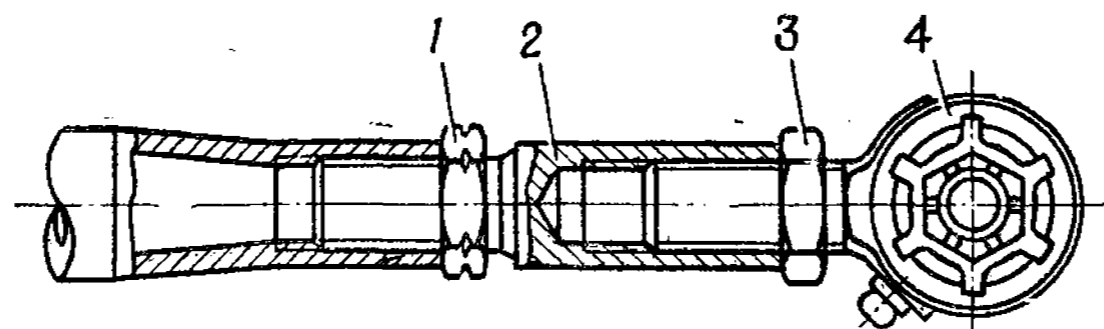

Рис. 42. Тяга рулевой трапеции переднего усиленного моста:
8. Отрегулировать схождение передних колес, для чего ослабить гайки 1 и 3 (рис. 42) и, вращая штуцер 2, установить нормальную величину схождения колес. Затянуть гайки 1 и 3.